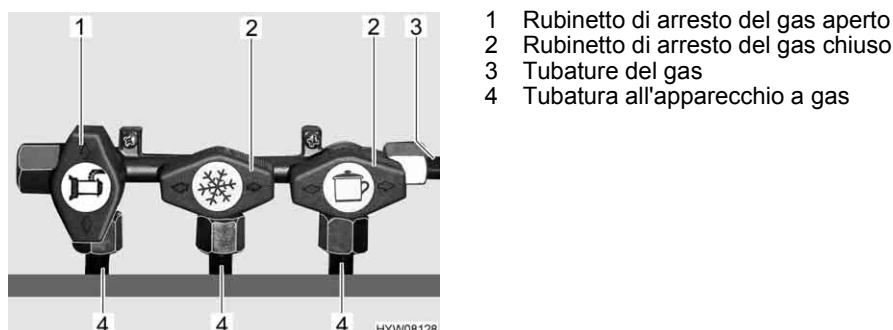

Fig. 32 Posizione dei rubinetti di arresto del gas (esempio)
- Posizionare il rubinetto di arresto del gas dell'apparecchio a gas corrispondente parallelamente (Fig. 32,1) alla tubatura (Fig. 32,4) che alimenta l'apparecchio a gas.
- Posizionare il rubinetto di arresto del gas dell'apparecchio a gas corrispondente trasversalmente (Fig. 32,2) alla tubatura (Fig. 32,4) che alimenta l'apparecchio a gas.